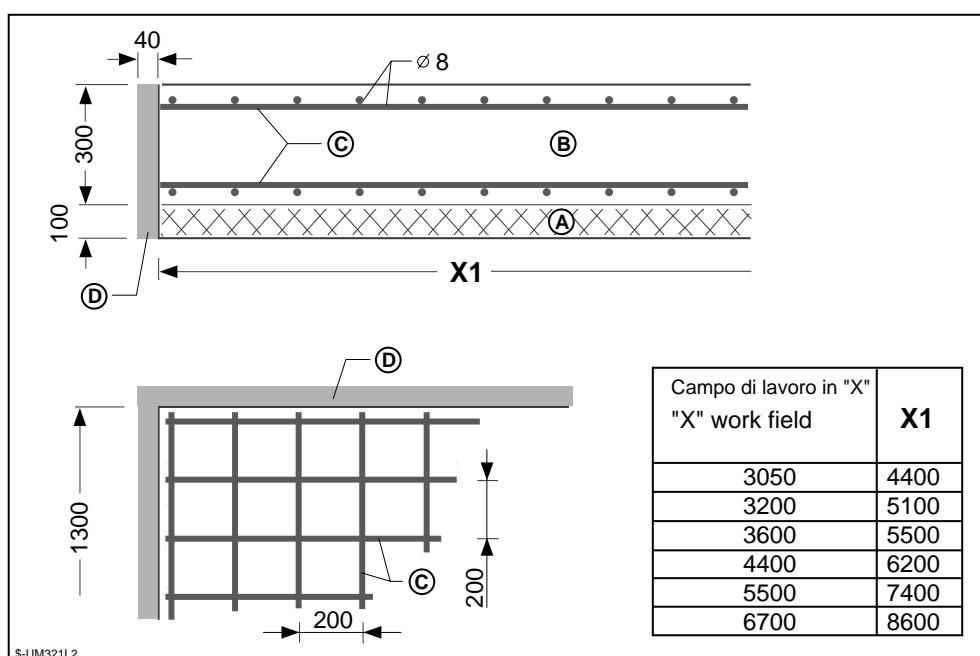

Fig. 4.2a
**Il pavimento deve avere una portata di  $2500 \text{ kg/m}^2$  ed una durezza di 250RBK. Qualora questa condizione non sia soddisfatta occorre prevedere una fondazione: lo schema è riportato in fig. 4.2a.**